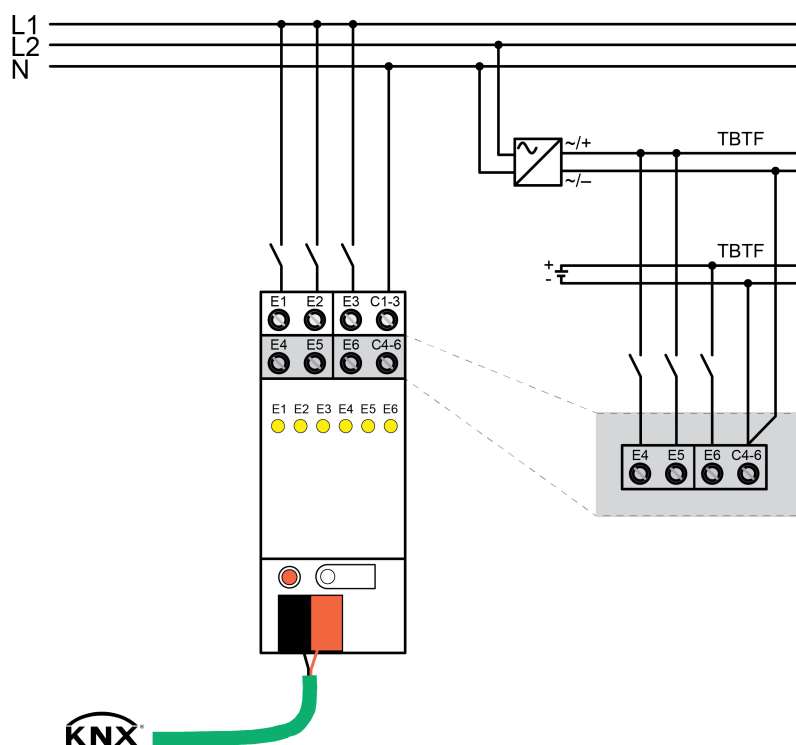

Figure 4: Raccordement commun de circuits électriques secteur et basse tension
- Brancher les circuits électriques selon l'exemple de raccordement (figure 4) Raccorder .